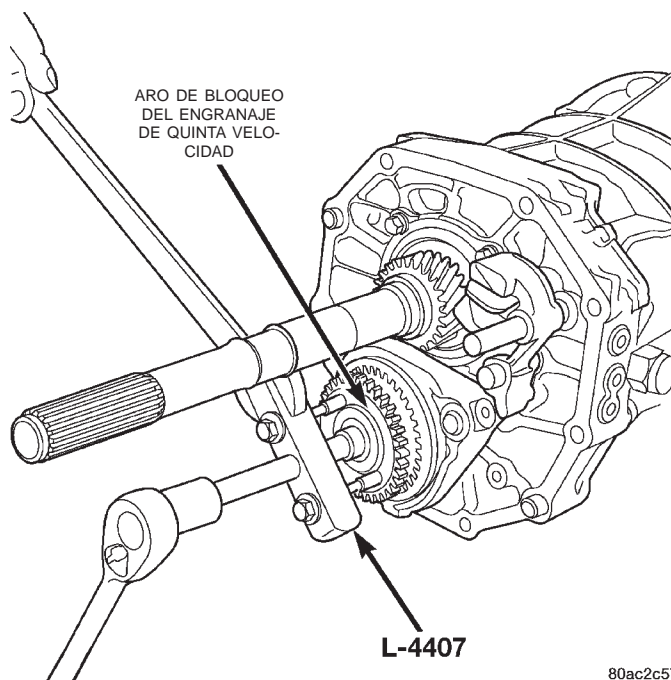

Fig. 56 Desmontaje del aro de bloqueo del engranaje de quinta velocidad
(8) Retire el aro de bloqueo del engranaje de quinta velocidad del conjunto del árbol intermediario empleando el extractor L-4407 (Fig. 56).